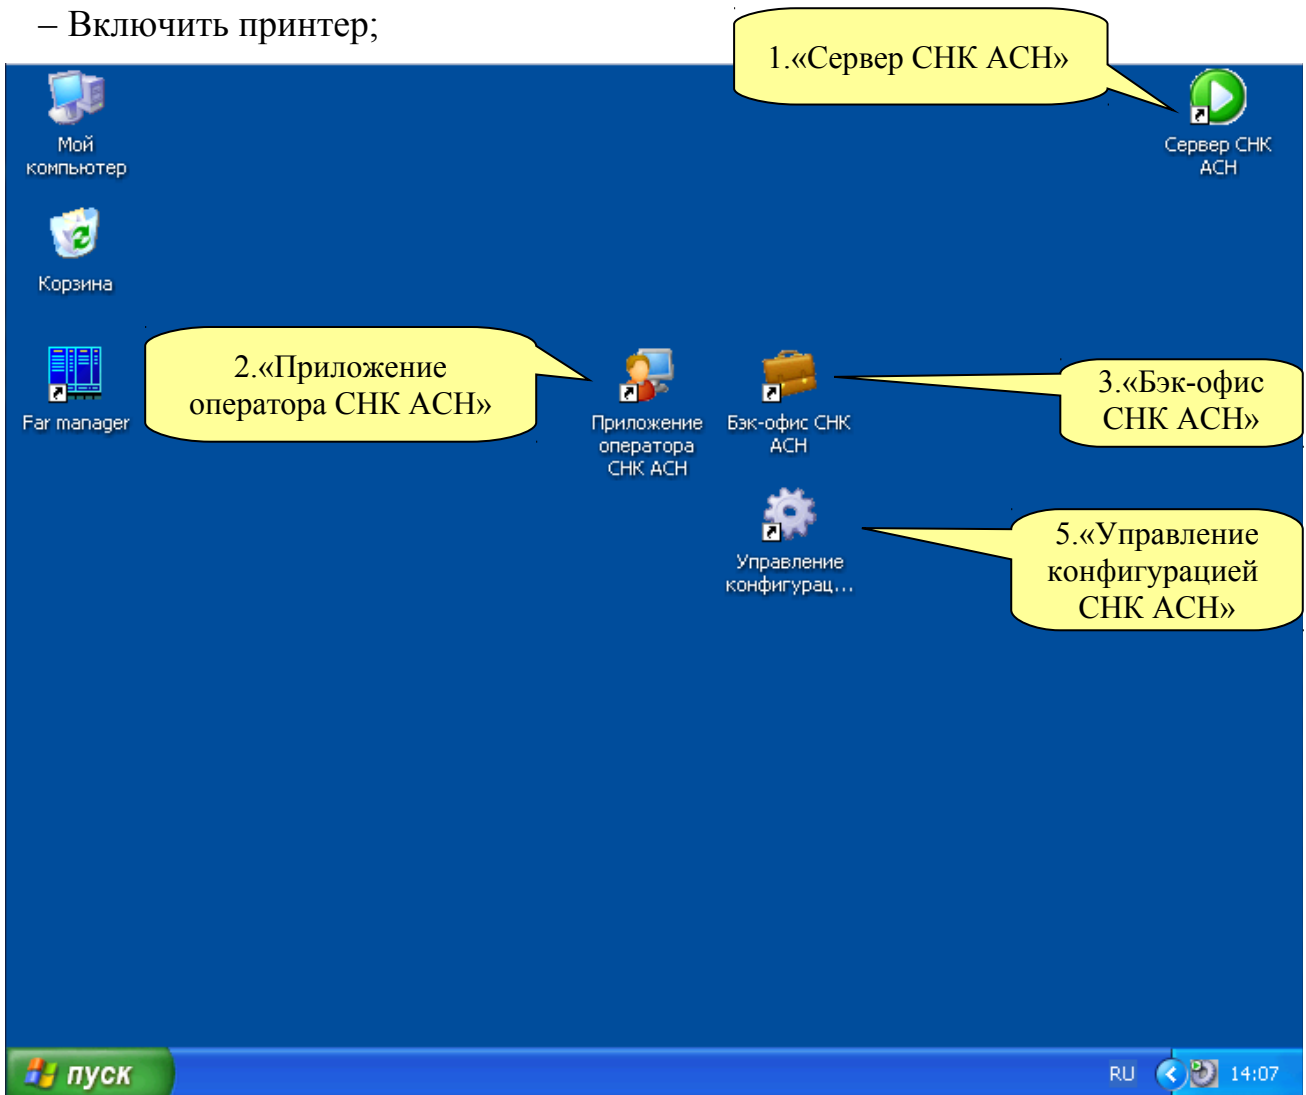

Рисунок 3.1 – запуск системы
После загрузки ОС Windows (рисунок 3.1):
(рисунок 3.1 - 1)
- Запустить «Приложение оператора СНК АСН» (рисунок 3.1 – 2);